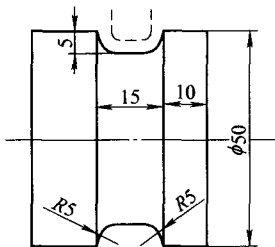

图 1
在数控车床上加工轴类零件时,有些场合需要用到圆弧形车刀。而在使用过程中常会发生过切、少切、撞刀等现象,现以图1为例来说明圆弧形车刀在编程和操作中的几点注意事项。
(1) 直接编写圆心的刀具轨迹 如图1中虚线所示。此种方法不使用刀尖圆弧半径补偿指令 G41、G42 等,比较好理解,不易出错,但计算较复杂,有时圆心坐标难以计算。
(2) 按图样轮廓尺寸编程 这种方法比较直观,不用再另行计算,但在使用刀尖圆弧半径补偿过程中,容易产生失误,故下面就重点介绍此种方法。